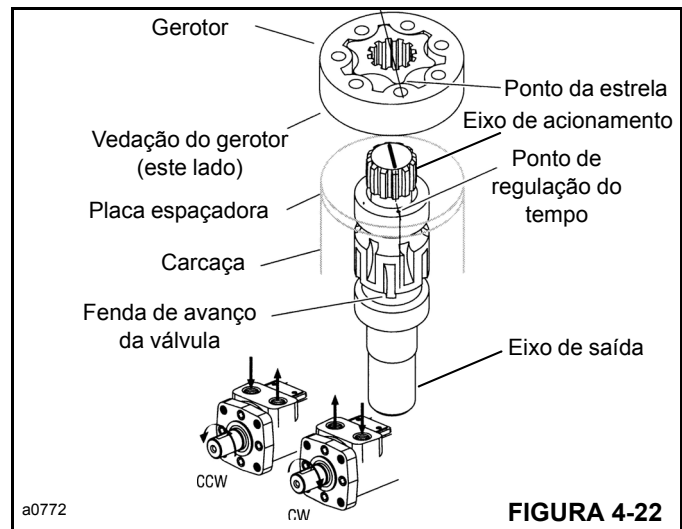

FIGURA 4-22
15. Instale o eixo de acionamento (14, Figura 4-14). Use uma caneta com ponta de feltro para marcar um dente de acionamento. Alinhe essa marca ao ponto de sincronização no eixo de saída (Figura 4-22).
16. Instale a placa espaçadora (15).
17. Instale a vedação (13) no canal de vedação do gerotor. Posicione com cuidado o gerotor na placa espaçadora, com o lado da vedação voltado para a placa espaçadora. Alinhe qualquer ponto da estrela com o dente marcado no eixo de acionamento (Figura 4-22).